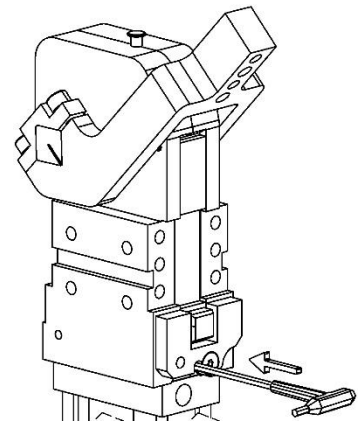

图 3
- 插入最大  $\varnothing 4$  的六角扳手, 推压弹簧, 施力 $\geq 100\text{N}$ ; (图.3)